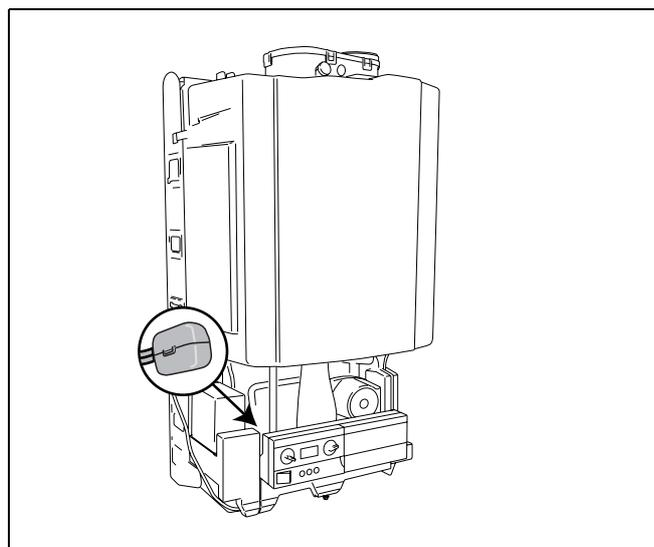

Fig. 13 Collegare la pompa di ricircolo
- Collegare il cavo della pompa di ricircolo al modulo (fig. 13). Informazioni più dettagliate si trovano nelle "Istruzioni di montaggio Modulo PZ Logamax plus GB132".